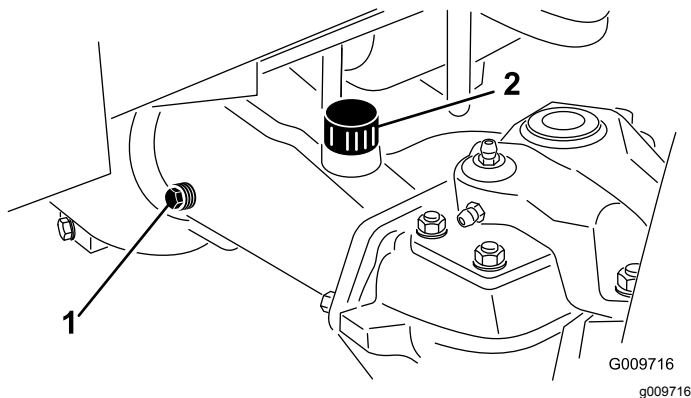

Bild 58
2. Entfernen Sie eine Prüfschraube aus einem Ende der Achse und stellen sicher, dass das Öl die Unterseite des Lochs erreicht (**Bild 58**).